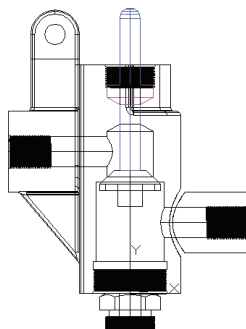

图 11-167 旋转压紧螺母后的图形
4) 旋转视图：单击“修改”工具栏中的“旋转”按钮，将压紧螺母绕坐标原点旋转，旋转角度为“180°”。结果如图 11-167 所示。